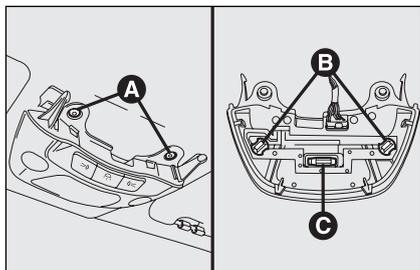

fig. 45
- svitare le 2 viti di fissaggio **A**-fig. 45, quindi ruotare in senso antiorario i 2 portalampade **B**, estrarre le lampade e sostituirle. Per sostituire la lampada **C**, svincolarla dai contatti laterali accertandosi che la nuova lampada risulti correttamente bloccata tra i contatti stessi.